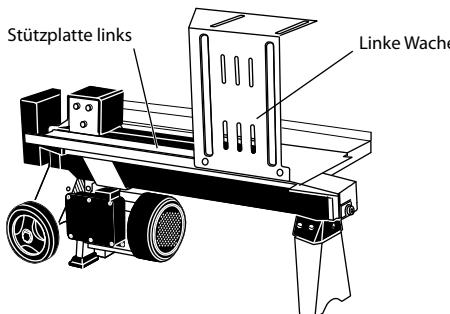
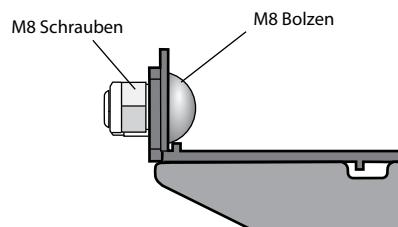

Abb. 1a
Abb. 1b
3. Stecken Sie die linke Schutzplatte in die Nute der linken Stützplatte ein, vergewissern Sie sich, dass die Öffnungen der linken Schutzplatte mit den Öffnungen der linken Stützplatte zusammenfallen, verwenden Sie 2 Schrauben mit der Quadrat-Fräzung M8 und 2 Kontermuttern für Befestigung (Abb. 1a, Abb. 1b).